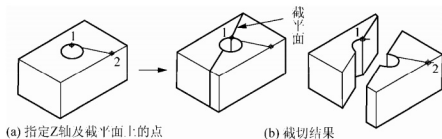

图 12-17 指定 Z 轴确定剪切平面
(3) 【Z 轴(Z)】: 通过指定两点作为截平面的 Z 轴(法向)以确定截平面的位置, 其中第一点为截平面通过的点, 如图 12-17 所示, 其操作过程为: